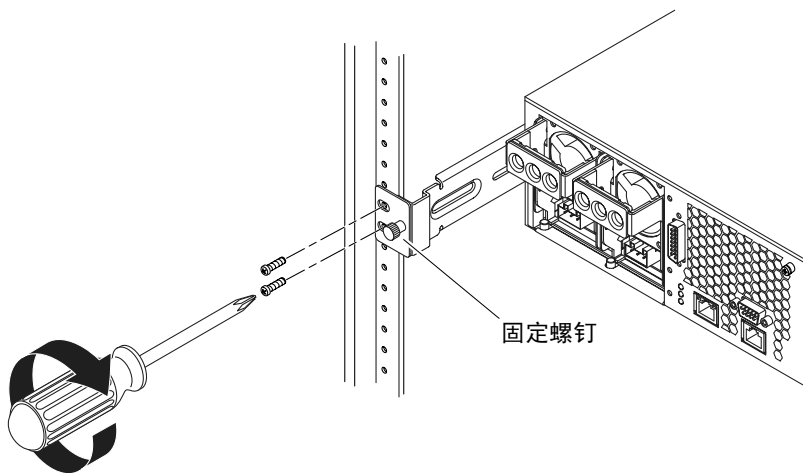

图 3-5 将服务器后端固定到机架上
9. 绕到机架后方，用固定螺钉将两个后端安装挡板固定到安装在服务器上的后端安装支架上（图 3-5）。
10. 对于每个后端安装支架使用两颗螺钉，将后端安装支架固定到机架后端（图 3-5）。所使用螺钉的尺寸将因机架而异。